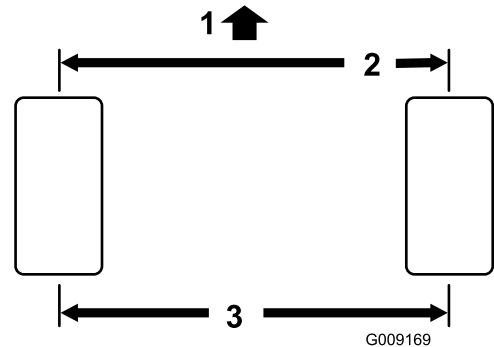

Figura 70
1. Mida la distancia entre centros (a la altura del eje) en la parte delantera y trasera de los neumáticos de dirección. La distancia delantera debe ser de 3 mm menos que la trasera (Figura 70).